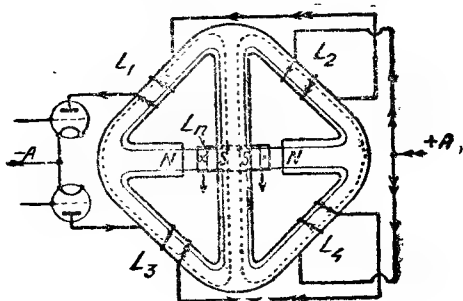

Рис. 2
Другим недостатком у обычных динамиков является то, что у них вместе с диффузором или, вернее, с звуковой катушкой колеблются и подводящие к этой катушке ток провода. Так как у мощных низкоомных динамиков эти подводящие проводники обычно делаются из многожильного кабеля или лицендрата, то с течением времени отдельные жилки такого провода в местах перегиба обрываются, а в громкоговорителе задолго до полного обрыва проводника начинают появляться точно такие же трески и шорохи, какие часто приходится наблюдать в обычной телефонной трубке при обрыве в шнуре. Новый громкоговоритель, принцип устройства которого описывается в настоящей статье, свободен от всех упомянутых здесь недостатков, так как обмотка его подвижной катушки замкнута накоротко и в эту обмотку не подводится ток из приемника. Принципиальная схема нового громкоговорителя показана на рис. 2 и 3. Как видно из этих рисунков, на железном сердечнике K намотаны четыре не-
подвижные обмотки L_1 , L_2 , L_3 и L_4 соединенные между собою по двухтактной схеме и включаемые в анодный контур выходного каскада пушпульного усилителя низкой частоты. Сама подвижная катушка L_n , насаженная на средний стержень железного сердечника магнитной системы этого громкоговорителя, как видим, не имеет соединения с выходными клеммами усилителя, и поэтому через ее обмотку не проходит ток приемника; обмотка ее, как уже упоминалось, замкнута накоротко. Таким образом через четыре неподвижные катушки в противоположных направлениях протекает постоянный анодный ток, являющийся одновременно и током подмагничивания громкоговорителя, и, с другой стороны, через эти же катушки будут протекать и импульсы переменного тока, поступающего из усилителя. Направление постоянного тока на рисунках указано двойными, а направление переменного тока в некоторый момент времени одинарными стрелками. Эти токи вокруг катушек создают одновременно постоянное и переменное магнитные поля; направление силовых линий постоянного поля, начерченных на рис. 2 сплошными линиями, обозначено двойными стрелками, а переменного поля (пунктирные линии)—одинарными стрелками.
громкоговорителя и возбуждают в ее обмотке переменные токи, которые будут направлены так, как указано на рис. 2 точкой и крестиком (X), при выбранных направлениях поля.